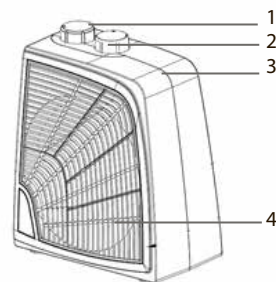

Рис. 1 **TFH S20QSS**
5. Описание тепловентилятора (рис.1, 2, 3)